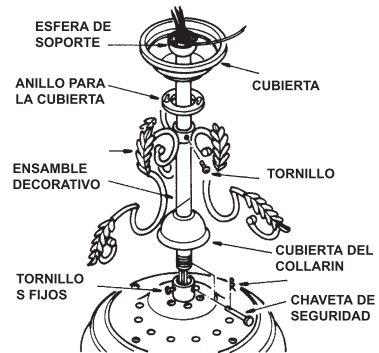

Fig.11
Paso 7. (Fig. 11) Meta cuidadosamente los alambres del ventilador a través del tubo de montaje. Atornille el tubo de montaje sobre la conexión hasta que los agujeros del tubo de soporte y el collarín queden alineados. Reinstale la chaveta y la chaveta de seguridad. Apriete bien los tornillos fijos.
Paso 8. Deslice la cubierta del collarín, el ensamblaje decorativo, el anillo para la cubierta, la cubierta y la esfera de soporte. Instale el perno y apriete el tornillo fijo de la esfera de soporte. (Fig. 11)